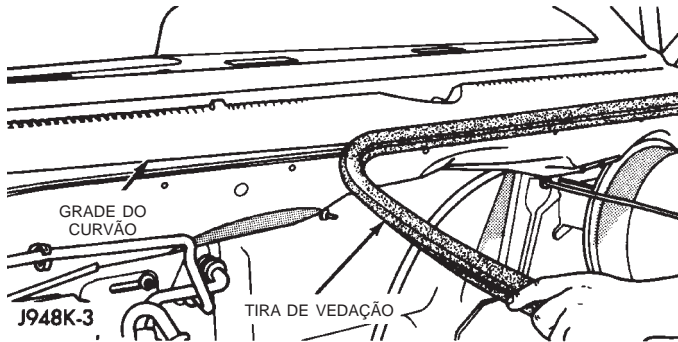

Fig. 37 Tira de Vedação do Painel da Grade/Tampa do Plenum do Curvão
(3) Remova a tira de vedação da borda dianteira do painel da grade/tampa do plenum do curvão. Remova o painel do plenum do curvão (Fig. 37).